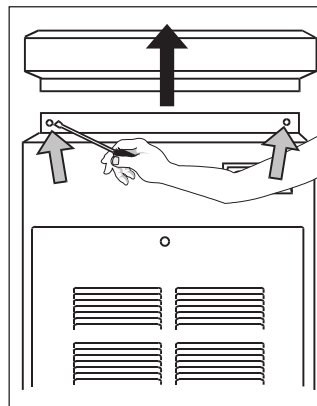

Figure 31. Extracción de la parte superior
2. Extraiga la tapa superior destornillando cada uno de los ocho tornillos que la sujetan a la sobrecubierta (ver Fig. 31).